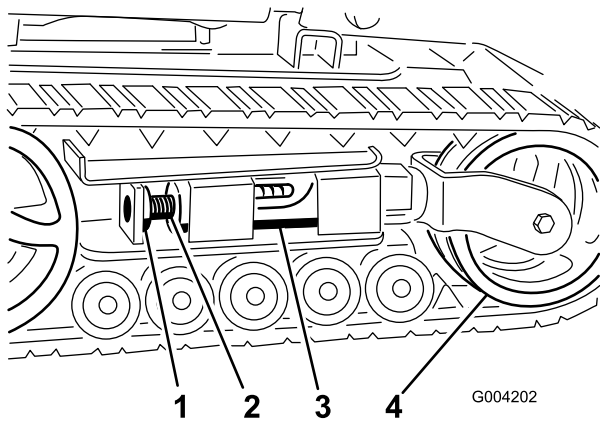
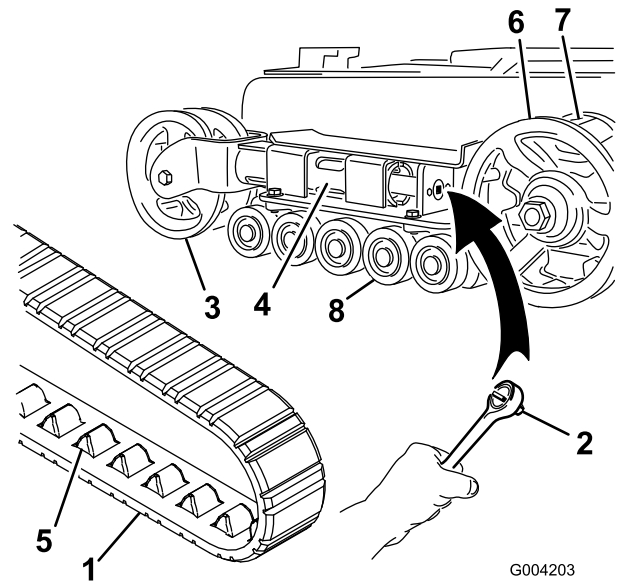
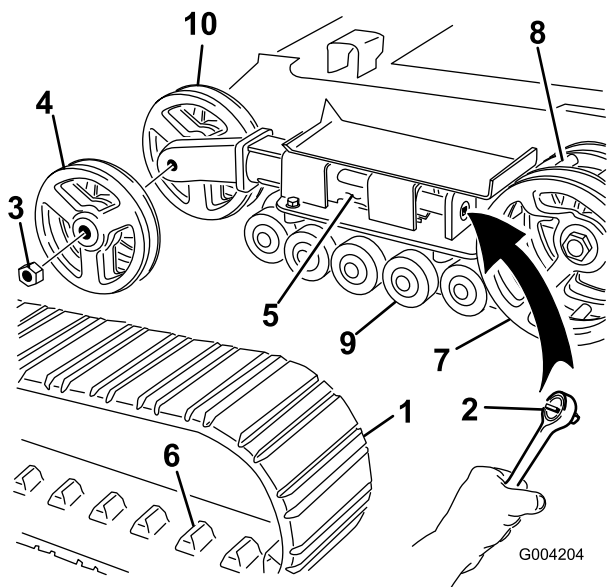

Figura 45
Figura 46
Figura 47
4. Togliete il bullone di bloccaggio e il dado (Figura 45).
6. Allineare l'intaglio più vicino della vite di tensione al foro del bullone di bloccaggio e fissare la vite con il bullone di bloccaggio e il dado (Figura 45).
6. Spingere la ruota di tensione verso il retro dell'unità in modo da spostare il tubo di tensione contro il telaio (Figura 46).
8. Quando il cingolo è staccato dalla ruota di tensione, rimuovetelo dai denti di trasmissione e dalle ruote non motrici (Figura 46).
9. Avvolgete il nuovo cingolo iniziando dalla ruota conduttrice e controllando che i denti del cingolo si alloggino tra i distanziali della ruota stessa (Figura 46).
10. Spingere il cingolo sotto e tra le ruote non motrici (Figura 46).
Nota: Avete cingoli a larghezza ridotta se le ruote di tensione anteriori sono montate all'interno di una forcella all'estremità del tubo di tensione (Figura 46).
5. Utilizzando un cricchetto di trasmissione da 1/2", rilasciate la tensione di trasmissione ruotando la vite di tensione in senso orario (Figura 45 e Figura 46).
Nota: Avete cingoli a larghezza ridotta se le ruote di tensione anteriori sono montate sui lati dell'estremità del tubo di tensione (Figura 47).
- Togliete il bullone di bloccaggio e il dado (Figura 45).
- Utilizzando un cricchetto di trasmissione da ½", rilasciate la tensione di trasmissione ruotando la vite di tensione in senso orario (Figura 45 e Figura 47).
- Spingere la ruota di tensione verso il retro dell'unità in modo da spostare il tubo di tensione contro il telaio (Figura 47).
- Togliere il dado di fissaggio della ruota di tensione esterna e rimuovere la ruota (Figura 47).
- Togliere il cingolo (Figura 47).
- Togliere il dado di fissaggio della ruota di tensione interna e rimuovere la ruota (Figura 47).
- Montare la ruota di tensione interna e fissarla con il dado tolto in precedenza (Figura 47).
- Montare il nuovo cingolo, accertandosi che gli attacchi del cingolo si inseriscano tra i denti al centro della ruota conduttrice (Figura 47).
- Montare la ruota di tensione esterna e fissarla con il dado tolto in precedenza (Figura 47).
6. Collocare il tappo ingrassato della ruota non motrice sulla testa del bullone (Figura 46).
7. Fissare il tappo della ruota con l'anello elastico (Figura 46).